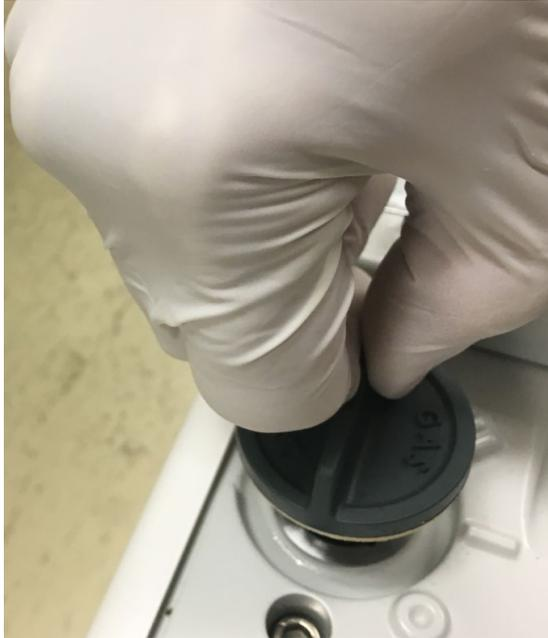

Abbildung 11: Entfernen des Gasballastknopfes
- 4) Entfernen Sie den Gasballastknopf von der Oberseite der Vorpumpe, indem Sie ihn nach unten drücken und drehen. Siehe Abbildung 11.